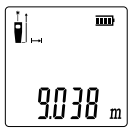

Fig. 5 – Exemplo de medição
(4) e o resultado irá aparecer no visor do aparelho (Fig. 5).